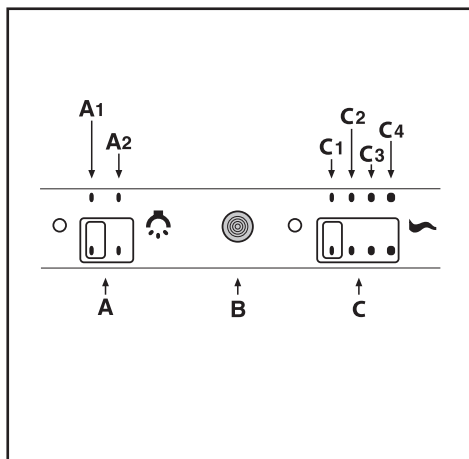

Fig.11
• Comandi slider (Fig.11) la simbologia è di seguito riportata: